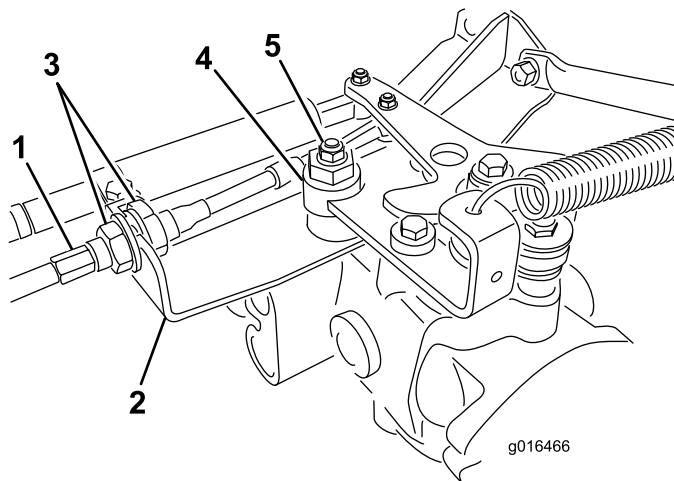

Figure 39
- A. Desserrez les deux écrous de blocage qui fixent le câble de commande de transmission à la traversée sur l'hydrostat (Figure 39). Desserrez les écrous de blocage uniformément et suffisamment pour permettre le réglage.
**Remarque:** Desserrez l'écrou de fixation de l'excentrique en haut de l'hydrostat (Figure 39).
- E. Lorsque la roue arrête de tourner, serrez l'écrou pour bloquer l'excentrique et le réglage (Figure 39).
- G. De chaque côté de la traversée, serrez les contre-écrous uniformément pour fixer le câble de transmission à la traversée (Figure 39). Ne tordez pas le câble.